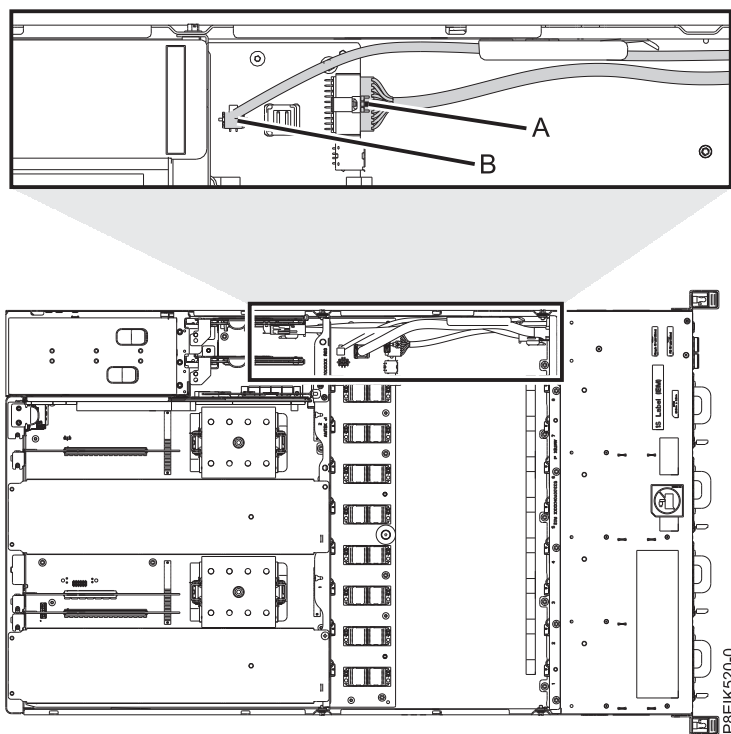

Figura 64. Ubicación de los conectores para el cable USB frontal y conector y el interruptor de alimentación y cable
3. Localice el cable USB frontal y conector (A) y el interruptor de alimentación y cable (B). Conectan la placa posterior del sistema y el interruptor de alimentación en la parte interior del sistema. Consulte la Figura 64. Etiquete cada cable.